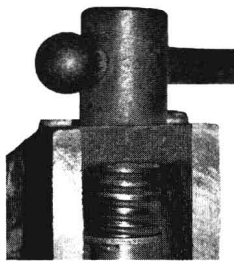

图 1-12 检查挡圈和弹簧
(1) 将台虎钳各部件上的金属碎屑和油污清除, 其主要部件有固定钳身、螺母、丝杠等。
(2) 检查各部件。
① 挡圈 8 和弹簧 9 是否固定良好, 如图 1-12 所示。